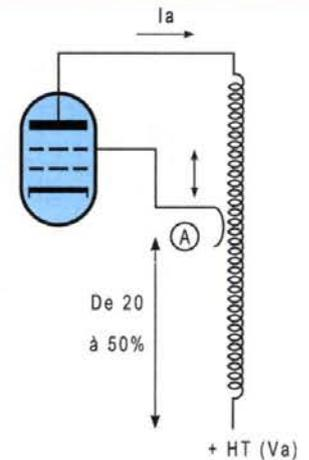
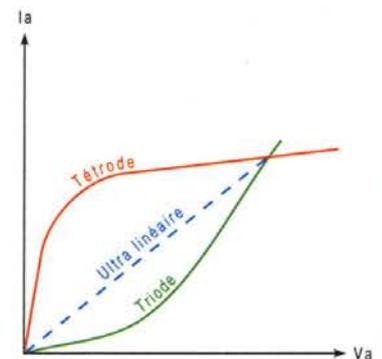

Figure 4a :
Figure 4b :
Hafler et Keroes définirent **expérimentalement** la position du point précis de la prise d'écran sur leurs célèbres transformateurs Acrosound en fonction des tubes à utiliser. Un montage expérimental (figure 4a) permet de tracer le réseau de caractéristiques d'une tétrade (ou pentode) donnée. On déplace le curseur (A) sur l'enroulement primaire du transformateur jusqu'à l'obtention de la droite $I_a = f(V_a)$. La droite obtenue en position ultra-linéaire est représentée en figure 4b. La position moyenne de la prise « standard » se situe à environ 43 % du point milieu du transformateur. Les démonstrations mathématiques